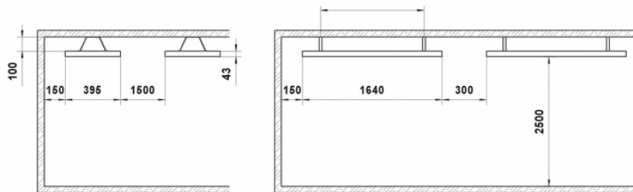

Рис. 1 Схема размещения обогревателя
5.1 Схема инфракрасного обогревателя представлена на рис. 1.
5.4 Габаритные и установочные размеры обогревателей и минимальные расстояния при установке приведены на рис. 1 Приложения.